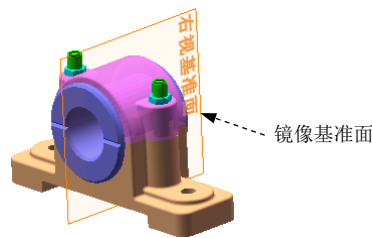

图 4.12.23 镜像螺栓螺母
Step10. 镜像螺栓与螺母，如图 4.12.23 所示。选择下拉菜单 **插入(I)** → **镜向零部件(R)** 命令，系统弹出“镜向零部件”窗口；选取图 4.12.23 所示的 down_base 零件的右视基准面为镜像基准面；选取螺栓与螺母为要镜像的零部件；单击 按钮，完成镜像操作。